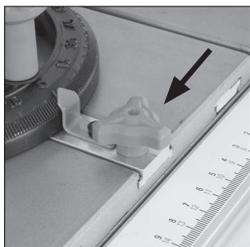

Fig. 23
- Il goniometro a bisello può essere bloccato sul carrello a scorrimento serrando l'apposita vite in un foro collocato sul bordo anteriore del carrello stesso (**Fig. 23**).